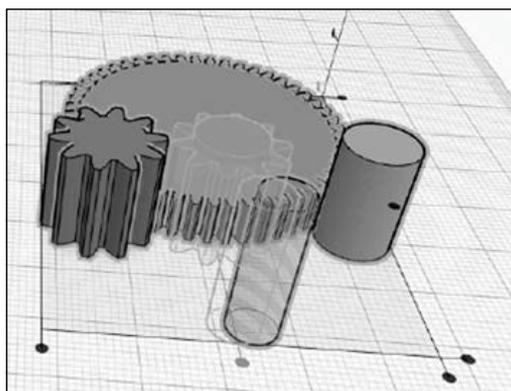

Рис. 53. Центрирование
10. Выделить детали и кнопкой **Выровнять** и центрировать — нажать мышкой на центральные точки по сторонам (рис. 53).